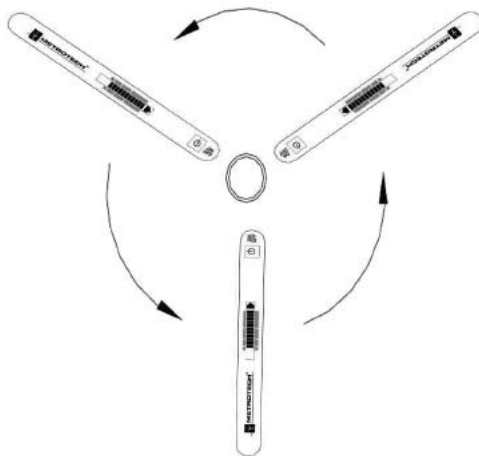

Figura 7-2. Conferma del guasto
4. Introdurre l'altra sonda nel terreno nel punto corrispondente al guasto e ripetere la procedura. La freccia deve sempre puntare all'interno, verso il guasto. Vedi Figura 7-2.